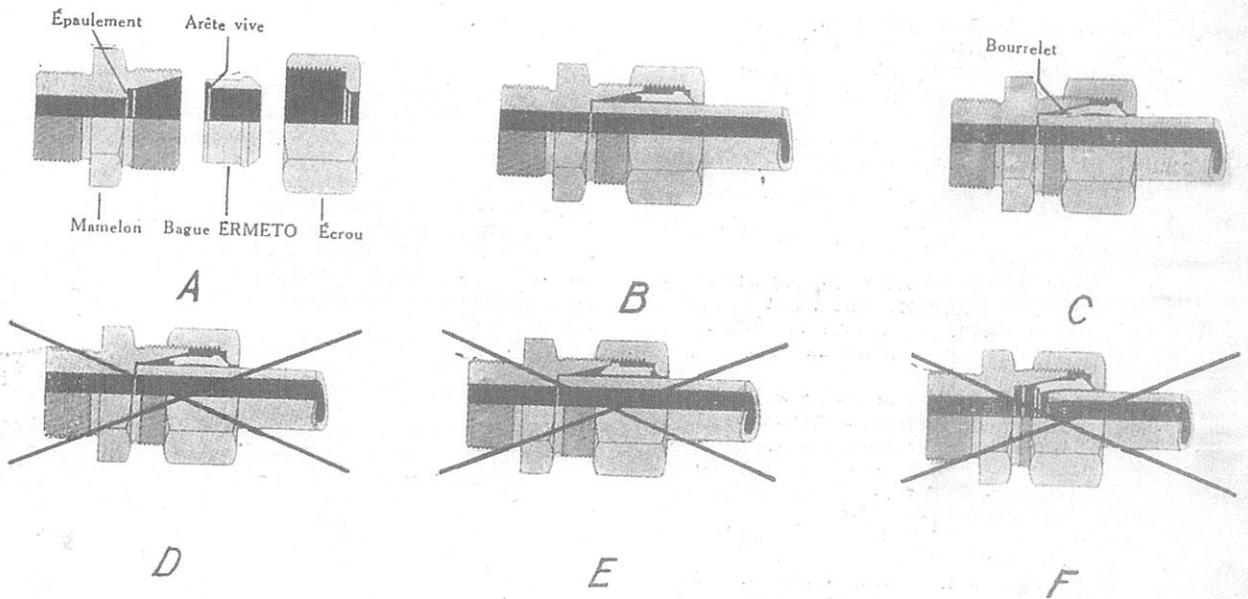

Fig. 14. — MONTAGE DES RACCORDS ERMÉTO
- 3° Placer dans l'ordre (voir figure 14 a) :
Au serrage, la bague s'incrute dans le tube (voir fig. 14 e).